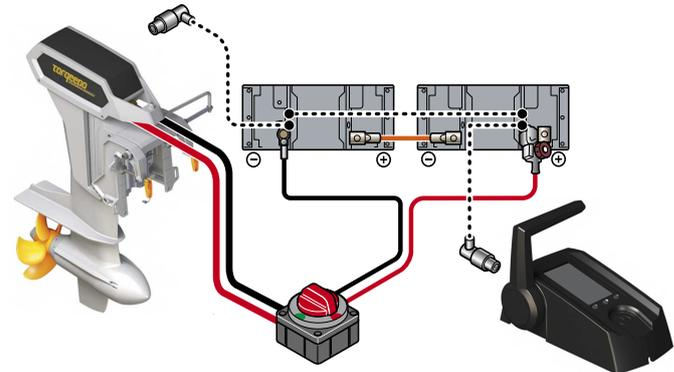

Abb. 15: Schaltplan 26-104
2. Schließen Sie das Kabel an die Batterien an, **siehe "Abb. 15: Schaltplan 26-104"**.